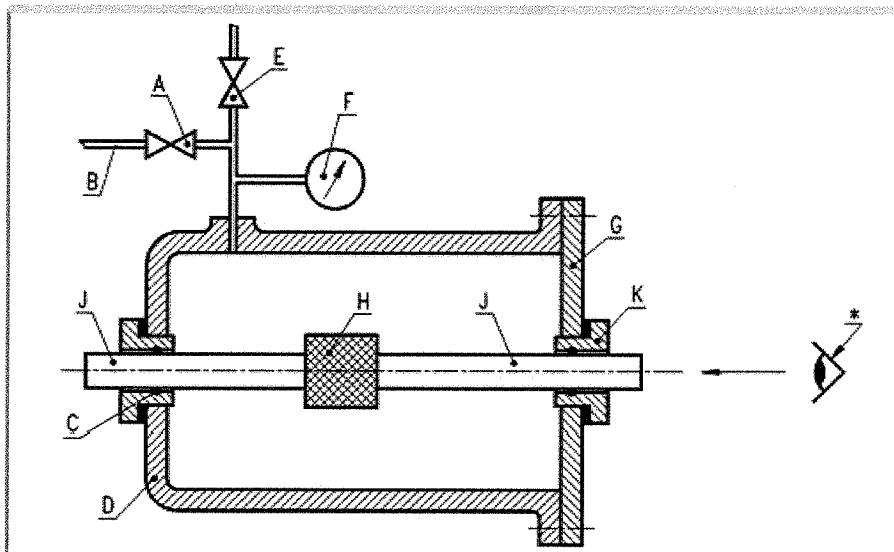

Figura 1 – Apparecchiatura di prova
- Componenti C, D, G e K riportati in Figura 1 (forniti dal Cliente)